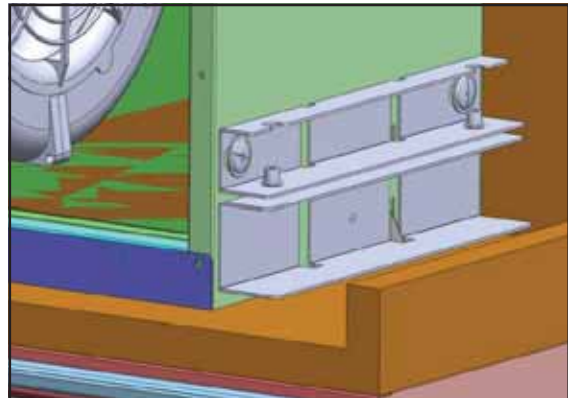

FIG.6
- 5) Fixez les supports d'installation inferieurs sous les supports d'installation superieurs, situes des cotes gauche et droit du bati (Fig.6).